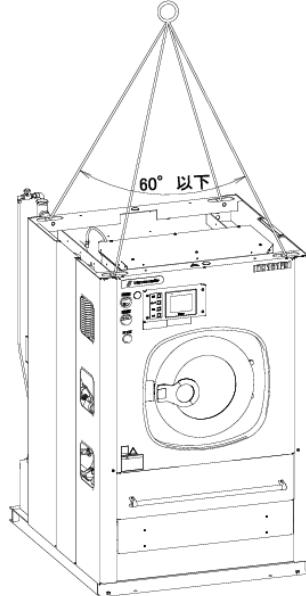

図 3-1
- 3) クレーン等で機械を吊り上げるときは、本体上部四隅(図 3-1)の4ヶ所に必ずフックをかけて吊り上げます。